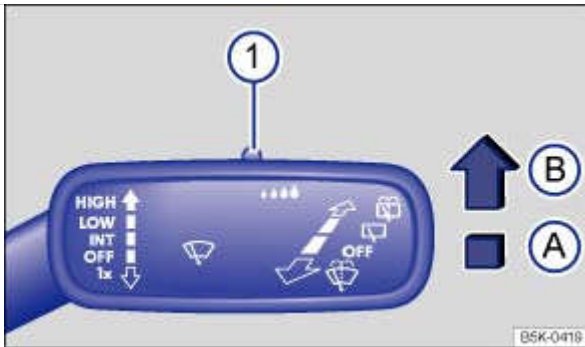

Fig. 101 Sur le levier d'essuie-glace, à droite sur la colonne de direction : réglage du détecteur de pluie et de luminosité ①
Il est possible de régler manuellement la sensibilité du détecteur de pluie/luminosité à l'aide de la commande intégrée au levier d'essuie-glace → Fig. 101 ① → ⚠.
Poussez le levier dans la position souhaitée → Fig. 101 :